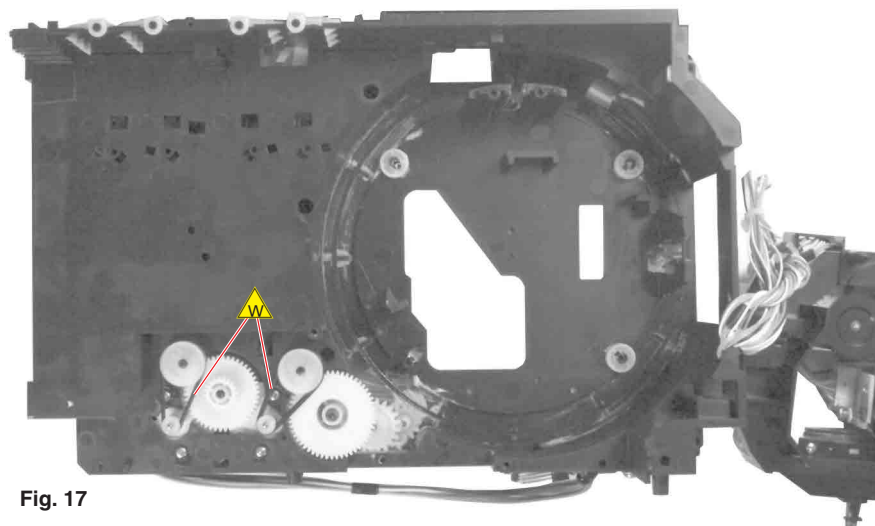

Fig. 17
- Die Antriebsriemen  können nun abgenommen werden (Fig. 17).
- Now the drive belts  can be removed (Fig. 17).